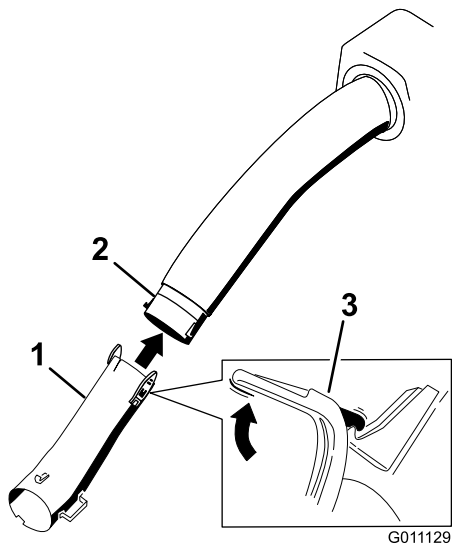

Figura 20
2. Instale o tubo inferior no tubo intermédio de forma a que se sobreponham 63,5 mm (Figura 20).
13. Retire o hardware e o tubo intermédio do tubo inferior (Figura 20).
15. Instale o tubo inferior no tubo intermédio e prenda-o com 3 parafusos (n.º 10 x 3/4 pol.), 3 anilhas de cabeça chata (7/32 pol.) e 3 porcas de bloqueio (n.º 10) (Figura 20).